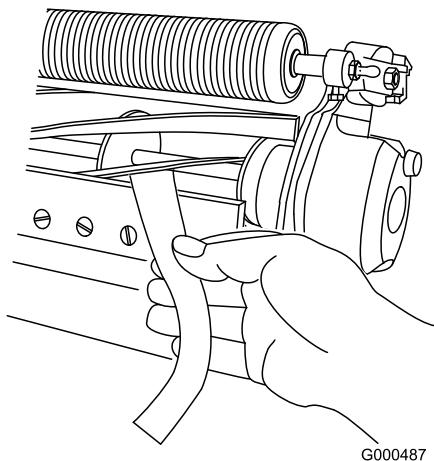

图5
11. 在滚刀与底刀间插入一长条剪切性能纸（Toro 零件号 125-5610），纸要与底刀垂直，检测剪切性能（图5）。缓慢向前旋转滚刀；滚刀应剪切检测纸